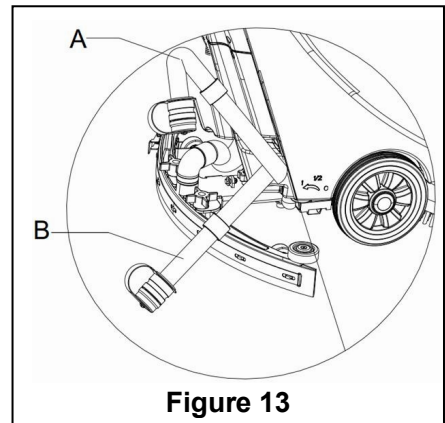

Figure 13
2. En utilisant la poignée de la raclette (14), soulevez la raclette.
4. Saisissez le guidon (2) et inclinez légèrement la machine vers l'arrière jusqu'à ce que la roue de guidage touche le sol. (Pour arrimer la machine, veuillez consulter les procédures de la partie arrêt de la machine.)
5. Retirez le tuyau de vidange du clip de fixation, pliez l'extrémité supérieure du tuyau de vidange (comme indiqué en A, Figure 13) puis ouvrez le bouchon du tuyau de vidange et abaissez le tuyau de vidange en position basse ou au sol pour vidanger l'eau. Vous pouvez également placer directement le tuyau de vidange en position basse ou au sol pour que la sortie d'eau soit orientée vers le bas (comme indiqué en B, Figure 13) puis tournez pour ouvrir le bouchon de vidange d'eau afin d'évacuer les eaux usées du réservoir. Une fois la vidange effectuée, utilisez de l'eau propre pour nettoyer l'intérieur du réservoir de récupération.
Lors de la vidange des eaux usées, le flexible d'aspiration pour les déchets doit être plié ou abaissé à une position plus basse (comme représenté dans la Figure 13 A ou B) puis ouvrez le bouchon du flexible d'aspiration afin de vidanger l'eau. N'orientez pas la sortie du flexible d'aspiration pour les déchets vers le haut pour vidanger l'eau verticalement. Ceci afin d'éviter que les eaux usées se déversent sur l'opérateur.